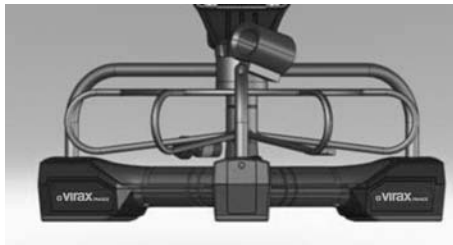

Ilustración 1 - Cable de 16 m para Mini VISIOVAL
1. Compruebe que la tapa del compartimento de la batería esté limpia de suciedad y líquidos. Utilice un destornillador Phillips para retirar el tornillo de la tapa del compartimento de la batería (Ilustración 1)